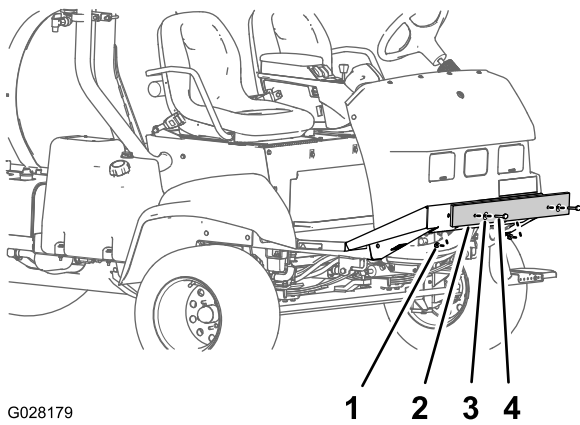

図 9
1. 出荷用のバンパーを前シャーシプレートに固定しているボルト、ワッシャ、ナットを取り外す 図 9。
2. 機体から出荷用のバンパーを取り外す 図 9。